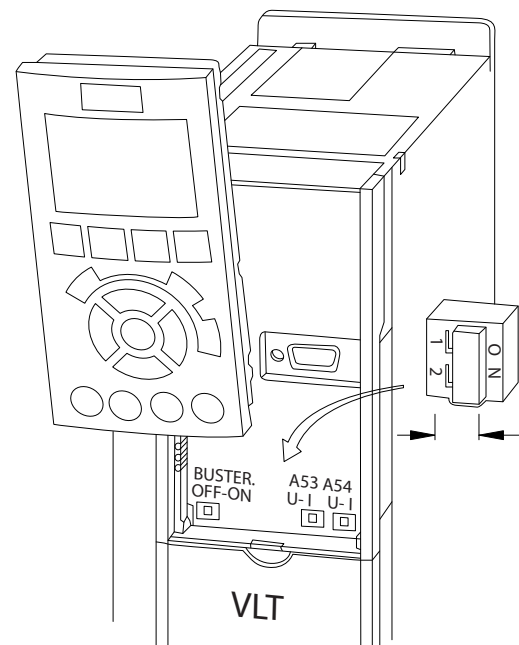

Bild 4.27 Placering av brytarna för plint 53 och 54
1. Ta bort LCP (lokal manöverpanel) (se Bild 4.27).
- En brytare (BUS TER) finns på styrkortet för bussavslutningsmotstånd. Se *Bild 4.27*.